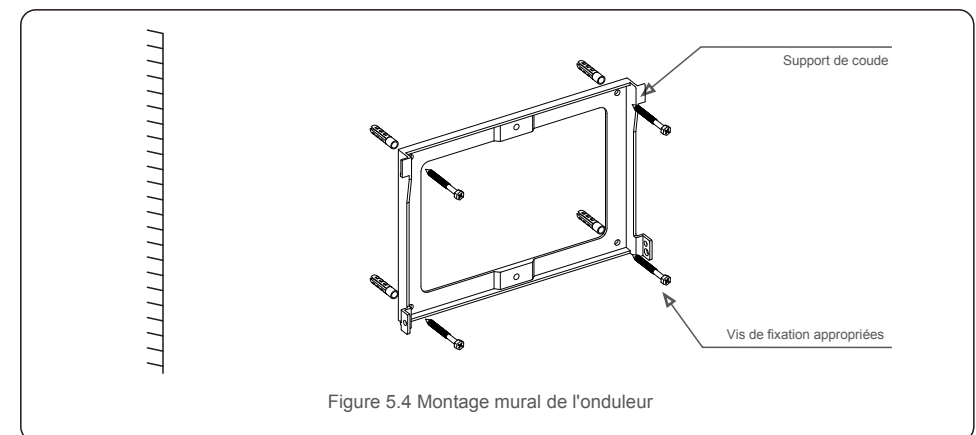

Figure 5.4 Montage mural de l'onduleur
Reportez-vous aux figures 5.4 et 5.5. L'onduleur doit être monté verticalement. Les étapes de montage de l'onduleur sont les suivantes :
1. Reportez-vous à la figure 5.4. Effectuez des trous pour les chevilles en fonction du diamètre du trou du support (Fisher HJ0108 10*50mm tubulaire extensible pour vis taraudeuses à tête hexagonale creuse ST6.3*60), en utilisant un perceuse à percussion avec un foret de 10 mm. Les trous doivent être bien perpendiculaires au mur. La profondeur de perçage des est de 60 mm.
2. Assurez-vous que le support est bien à l'horizontale, et que les repères des trous de montage (sur la figure 5.4) sont correctement marqués. Percez les trous dans le mur au niveau des marques.